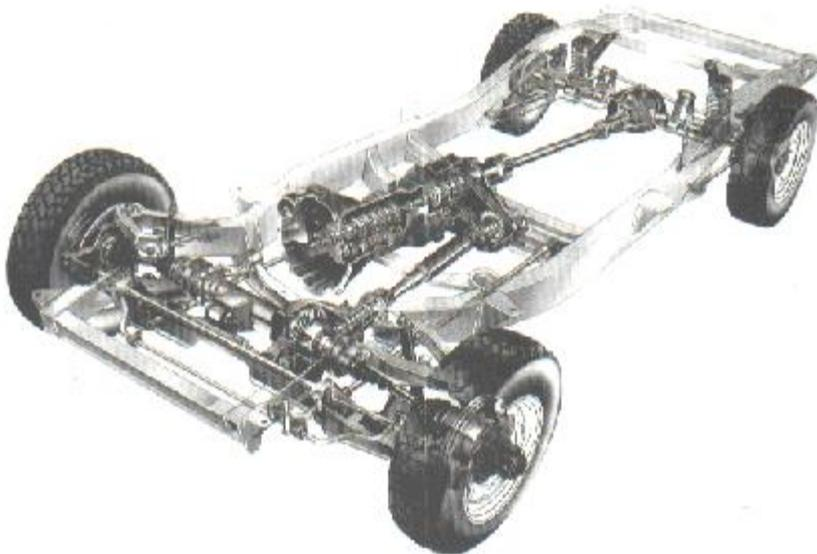

Fig. 6.17. Disposición y emplazamiento de la caja de transferencia.
La Fig. 6.17 muestra el despiece de una caja de transferencia, cuyo acoplamiento a la caja de cambios se realiza en (1), por medio de la brida (10), acoplada al piñón de mando (2), sobre el que se monta el eje (9) al que se acopla el tren epicicloidial (3) y el sincronizador (4), cuya corona (5) ejecuta el anclaje para efectuar la reducción cuando se acciona la palanca de mando a la posición correspondiente. Del eje (9) se lleva el movimiento directamente al puente trasero, mientras que el tren delantero lo toma del piñón (8), movido por el (6) a través de la cadena (7).